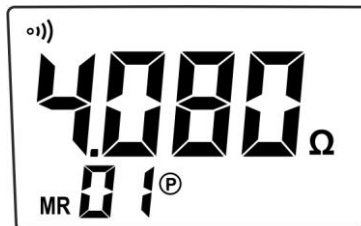

Abb. 29: Displayaufruf der Messergebnisse
2. Drücken und halten (>2s) Sie die Taste **"MEM"** Taste für den Zugriff auf den Speicherbereich. Das Instrument zeigt die letzte abgespeicherte Messung und das Symbol **"MR"** (siehe Abb.29)